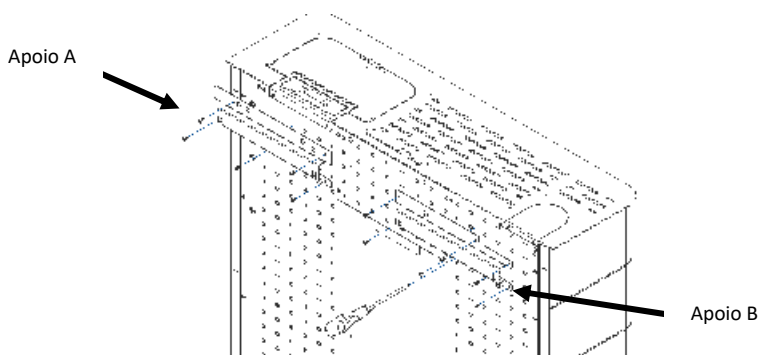

Figura 102 - Fixação dos apoios A e B
a) Fixar as calhas de apoio A e B no equipamento utilizando 11 parafusos A tal como demonstra a Figura 102 (Atenção a posição dos apoios).